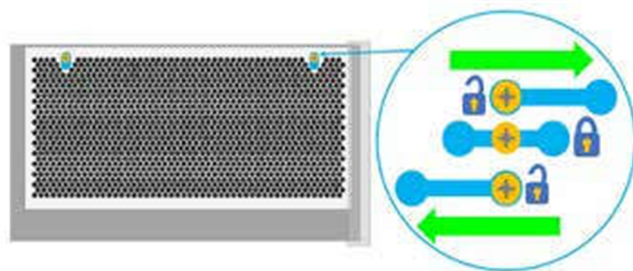

Fig. 10 Ranura de fijación del tornillo del tornillo fácil
3. A continuación, se puede mover la primera tapa hacia la derecha para liberarla de la ranura del tornillo, (véase la Fig. 10) y luego se tira hacia delante y se levanta hacia arriba para retirarla. En el caso de las cubiertas adicionales instaladas en las unidades 1500 ó 2000, afloje los tornillos de fijación y retírelos como en el caso de las cubiertas anteriores.